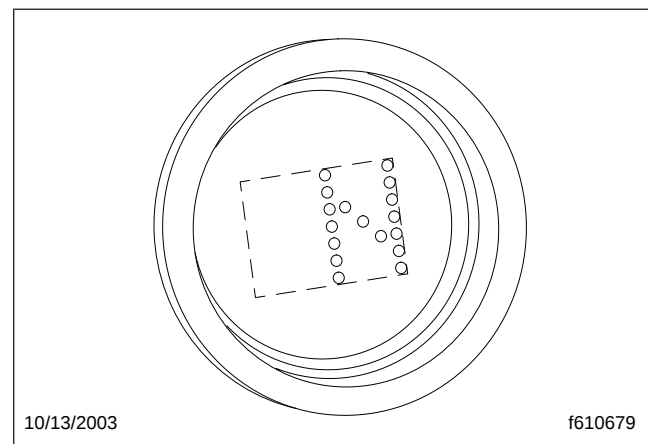

Figura 8.28, Visualización de neutro
La posición de neutro (N) está directamente debajo de R en el interruptor de selección de cuatro posiciones ubicado en el extremo de la palanca de control SmartShift. Para seleccionar N, presione el botón de bloqueo de neutro y mueva el interruptor selector a la posición que está debajo de R. Cuando se selecciona neutro, en el indicador de la marcha actual se visualiza la letra "N". Vea la Figura 8.28.